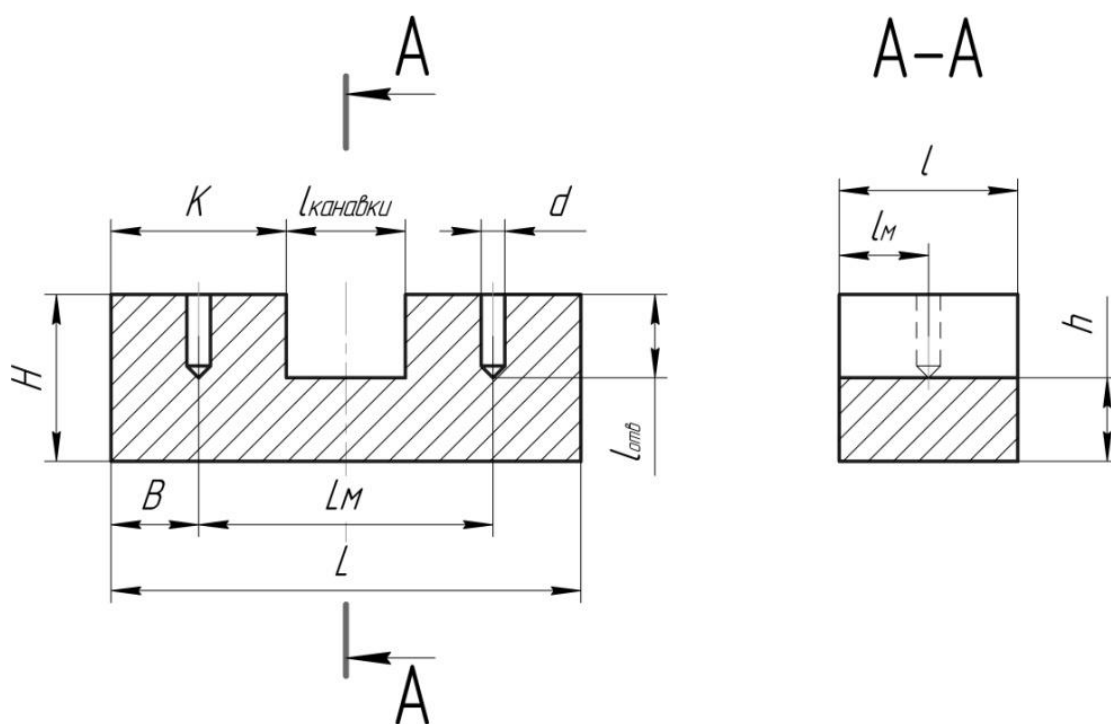

Рисунок 1 – Накладка
4. Разработать управляющую программу для обработки детали «Накладка» (рисунок 1) по вариантам (таблица 1) на фрезерном станке с ЧПУ.